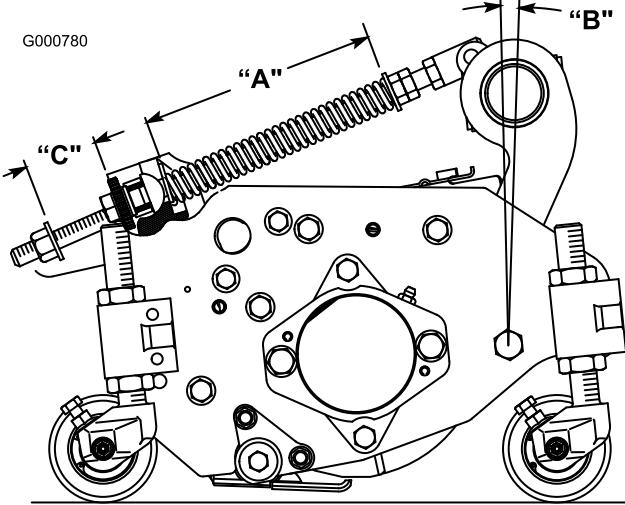

図 73
ターフ補正スプリング(図 73)は、キャリア・フレームとカッティングユニットをつないでお
1. スプリングロッド後部のロックナットを締めて、すきま (C) を 25 mmとする (図 73)。
2. スプリングロッド前部の6角ナットを締めて、スプリング（圧縮状態）の長さ (A) が20.3 cmになるようにする(図 73)。
注 ラフで使用する時やアンジュレーションの大きなフェアウェイを刈る時は、上記の長さ (A) を21.6 cm とし、スプリング ブラケット後部とワッシャ前面のすきま (C) を38 mm としてください(図 73)。